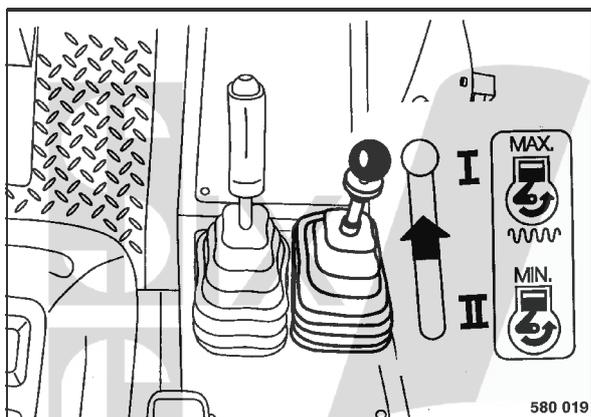

fig. 54
- Positionner et enclencher le levier de commande d'accélérateur (fig. 54) sur position "I", pleine charge.